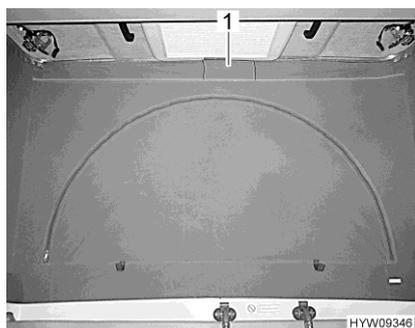

Fig. 60 Aerazione (chiusa)
- Aprire la chiusura a velcro della membrana in tessuto (Fig. 60,1) sotto il tetto a soffietto. Dietro la membrana in tessuto è stata applicata una zanzariera per impedire agli insetti di entrare.